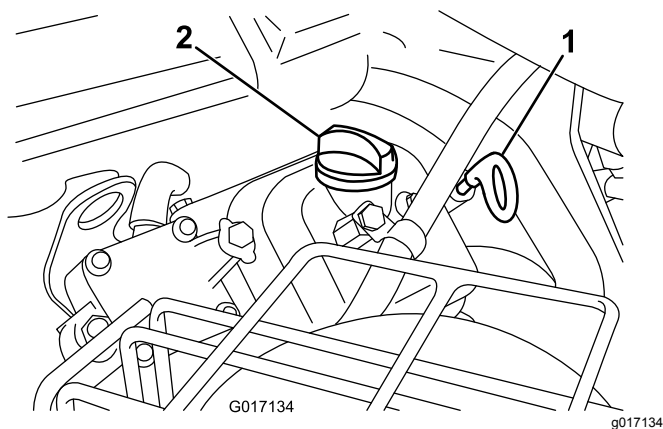

Figura 36
3. Insira a vareta no tubo da vareta e enrosque-a no tubo (Figura 36).